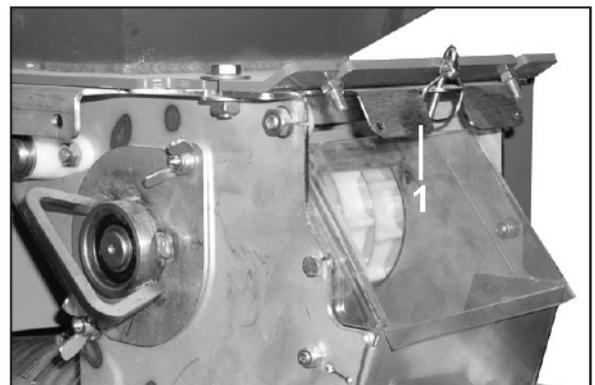

Fig. 59
2. Schieber (Fig. 59/1) schließen, wenn nur der Dosierer und nicht der Behälter entleert werden soll (siehe Seite 64).